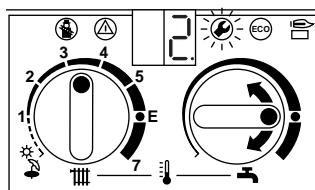

Fig. 52
- Portare il selettore d'impostazione della temperatura dell'acqua calda sanitaria sul „2.“ massima potenza nominale „max“ (fig. 52).